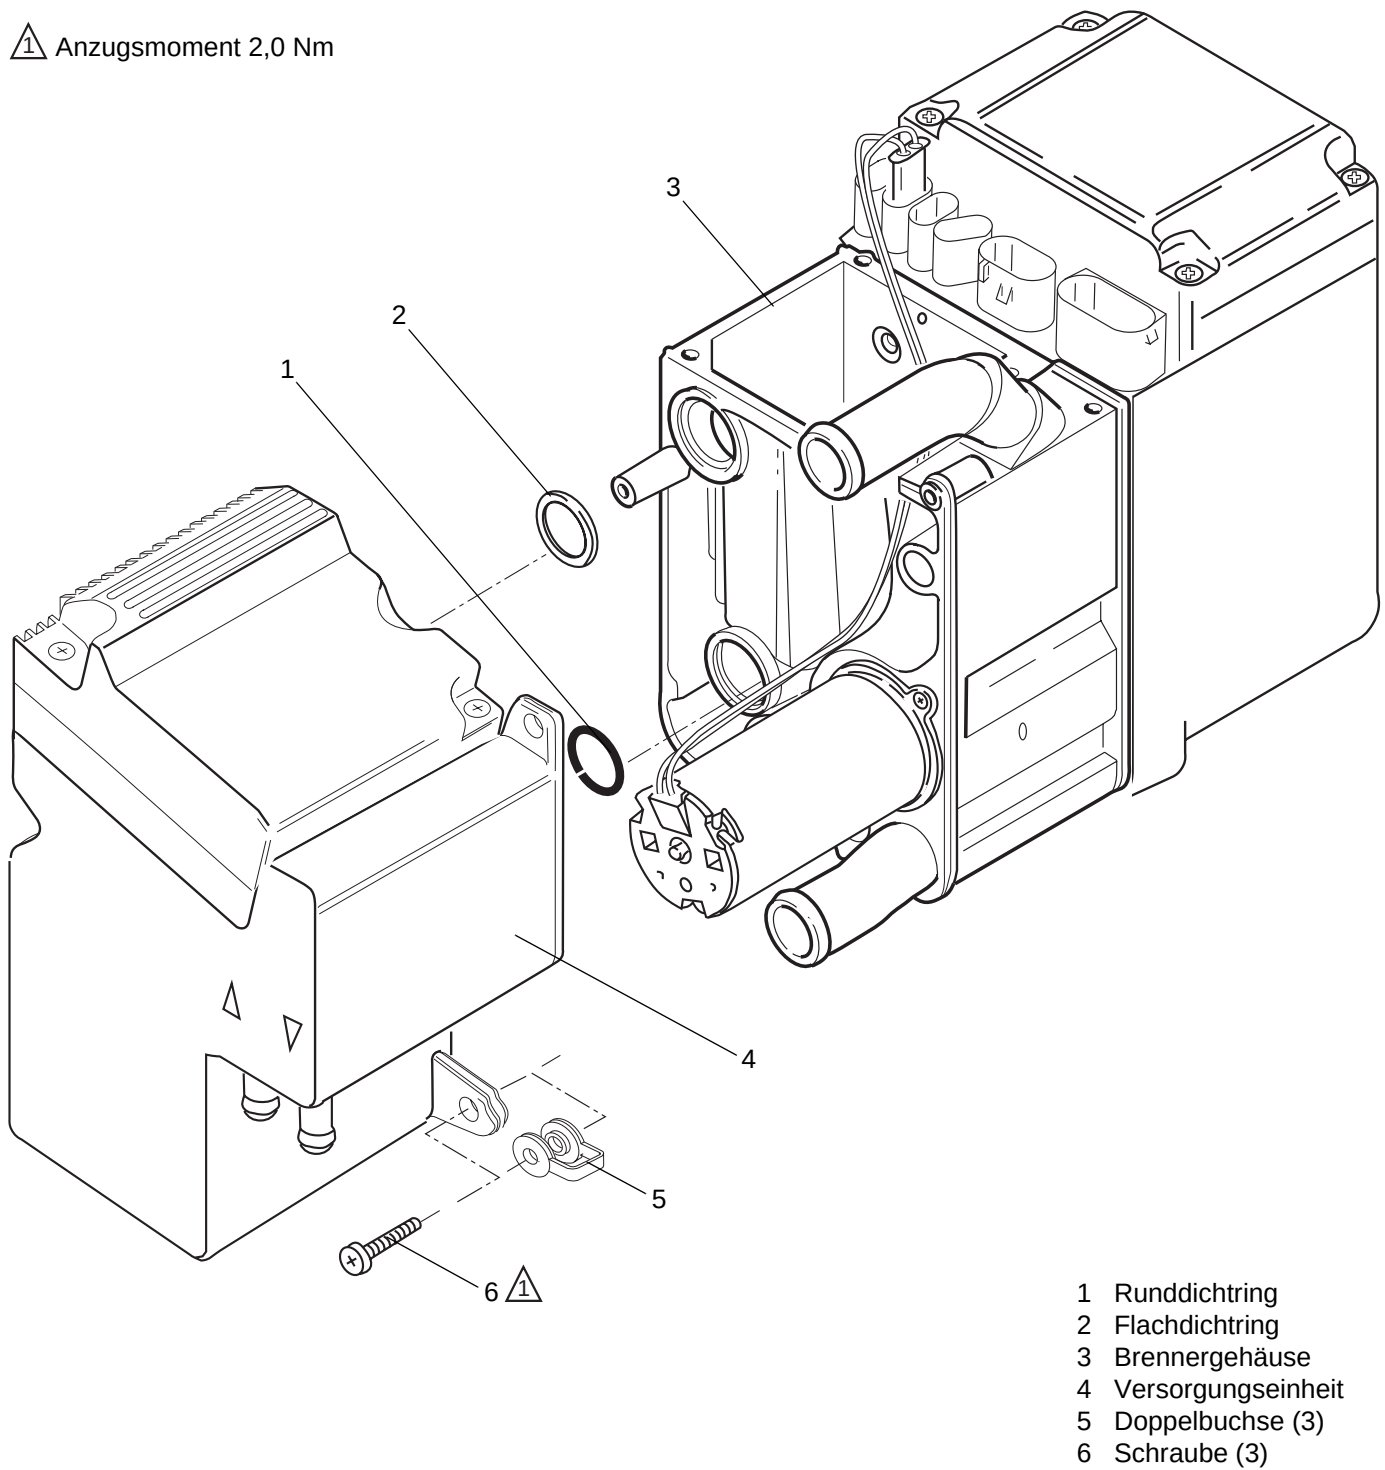

Abb. 901 Wechsel der Versorgungseinheit
3. Schrauben (6, Abb. 901) entfernen. Die Schrauben sind mit Klebstoff gesichert und lassen sich bei Bedarf durch hin- und herdrehen leichter lösen.
4. Versorgungseinheit (4) und Ansaugstutzen entfernen.
5. Ggf. Versorgungseinheit (4), Schrauben (6), Dicht-
1. Neuen Flachdichtring (2, Abb.901) einfetten und in das Brennergehäuse (3) einsetzen. Neuen O-Ring (1) auf die Brennstoffübergabe der Versorgungseinheit (4) stecken (siehe Abb.).